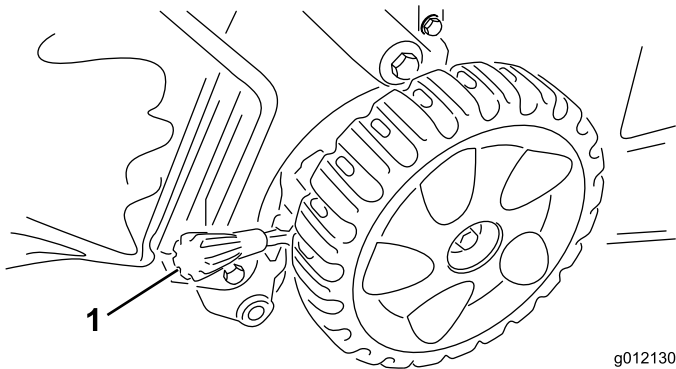

Figure 11
**Remarque:** Pour élever la machine, déplacez les deux leviers de hauteur de coupe en avant ; pour abaisser la machine, ramenez les leviers en arrière (Figure 11).